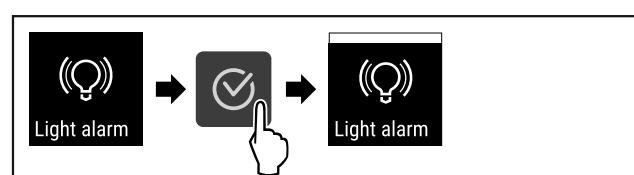

Fig. 98
- Kryeni hapat e veprimit (shihni Fig. 98) .